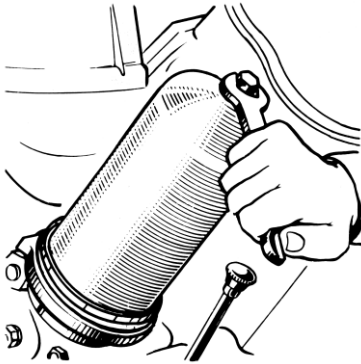

Рис. 67. Отвертывание колпака фильтра
- 1 Отвернуть на 3–4 оборота колпак фильтра и слить масло через канал корпуса в подставленную тару. Для отвертывания колпака можно пользоваться ключом, как показано на рис. 67.